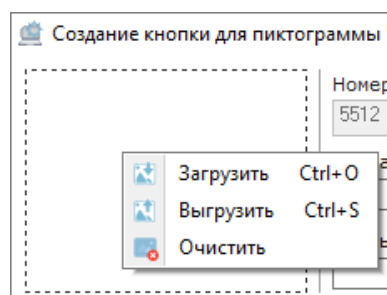

Рисунок 6-513 Контекстное меню области изображения вида пиктограмм
- через контекстное меню области отображения вида пиктограмм (см. Рисунок 6-513). Для вызова контекстного меню щелкните по области изображения вида пиктограмм правой клавишей мыши, затем выберите необходимую команду в появившемся контекстном меню;